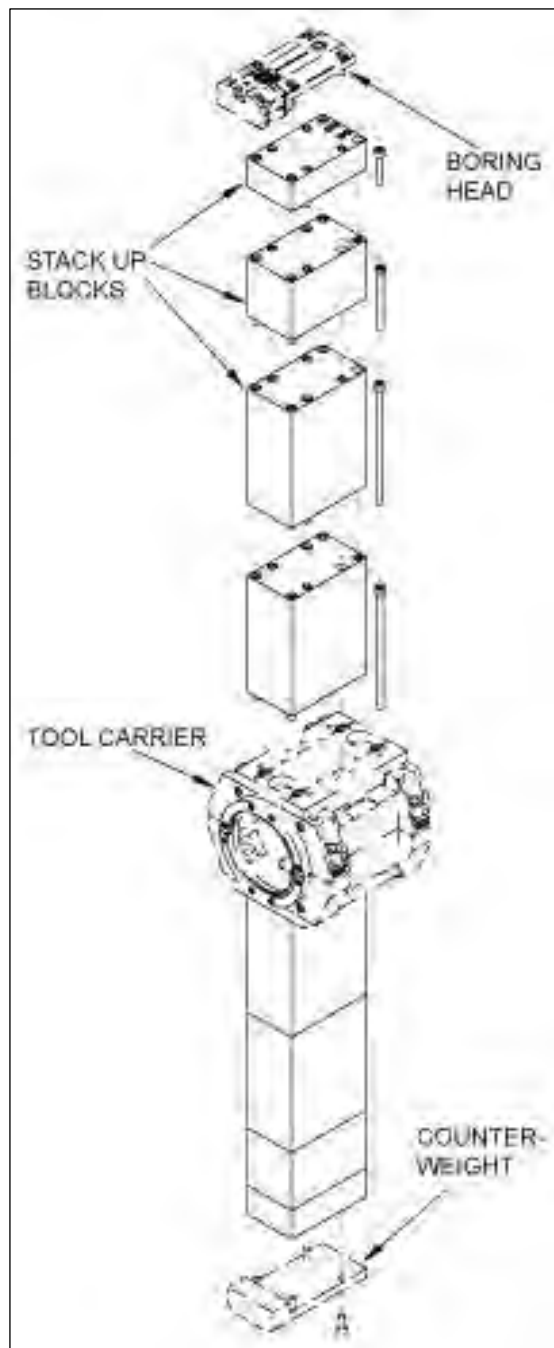

Рис. 24. Расточная головка в сборе
2. Используя Рис. 24 для справки, установите накладные блоки на инструментальную оправку (симметрично на обеих сторонах оправки), начиная от самого высокого до самого низкого.